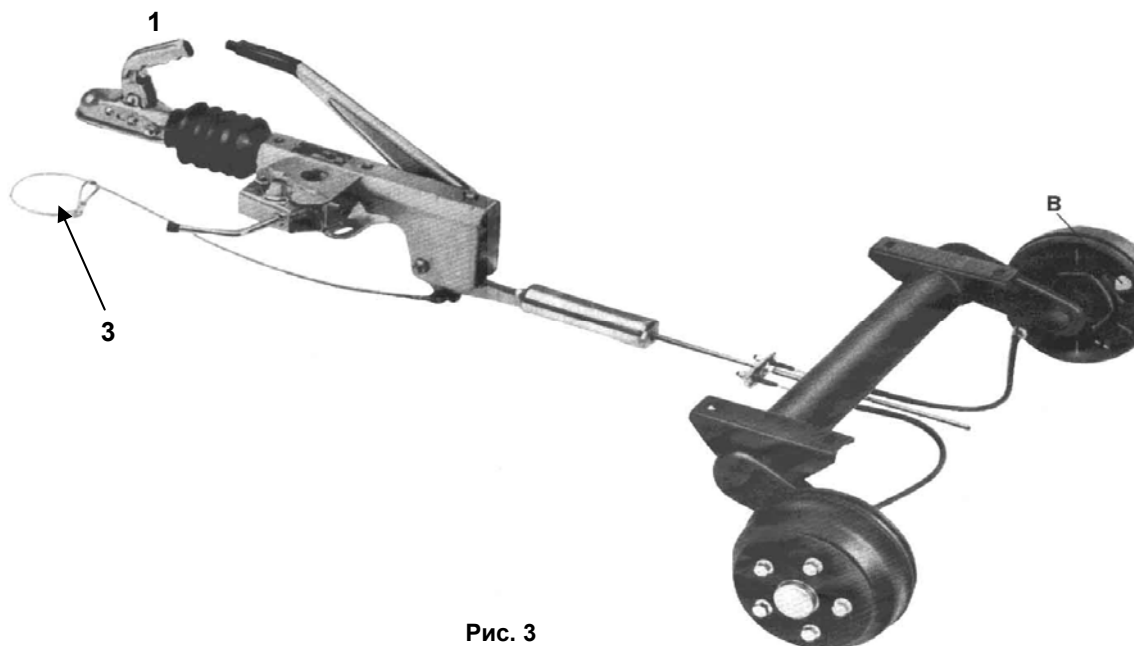

Рис. 3
3. В этом положении ручка фиксируется (рис. 3)
1. Поднять ручку 1 сцепной головки и повернуть ее вперед, вследствие это сцепная головка будет зафиксирована в открытом положении (рис.3).
3. Подсоедините страховочный трос 3 к сцепному устройству автомобиля (рис. 3, гл.III Монтаж тормозной системы)